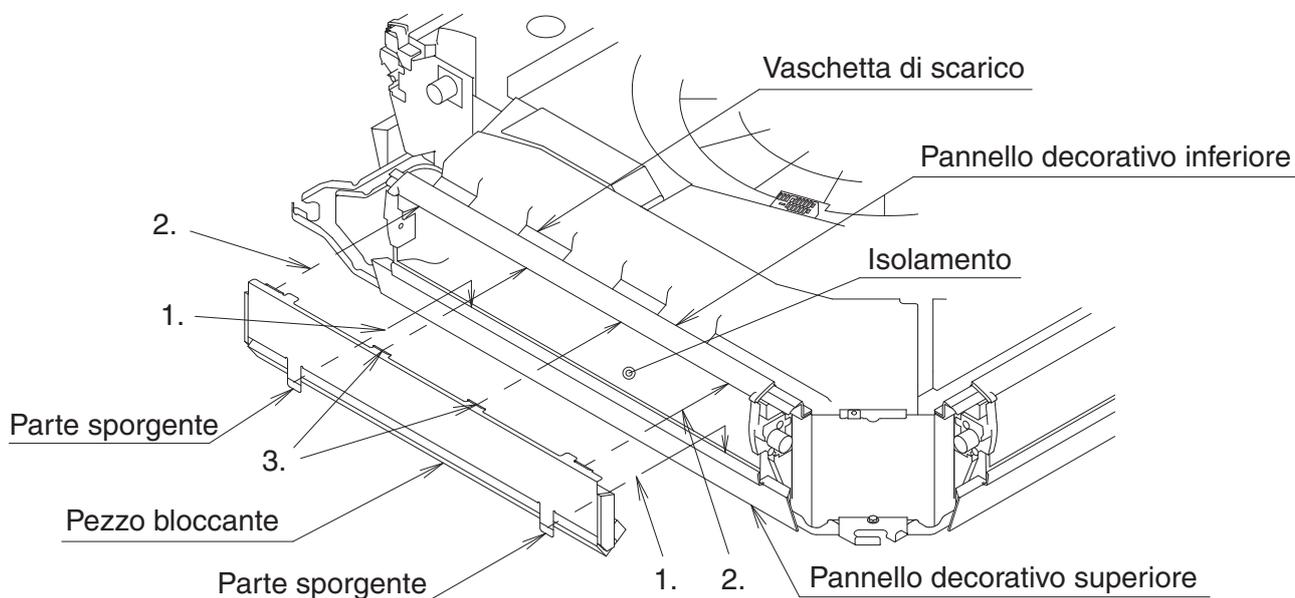

Fig. 12
(2) Fissare il materiale di blocco all'uscita dell'aria. (Fare riferimento alla Fig. 12 e alla Fig. 13)